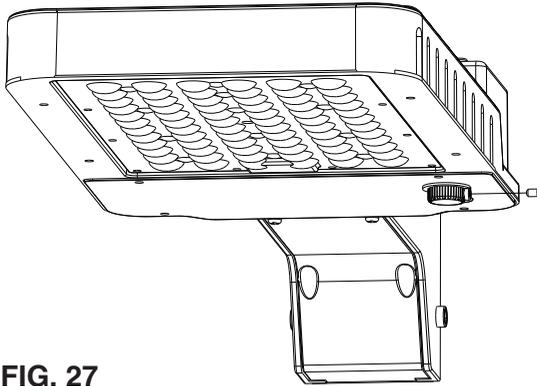

FIG. 27
1. Enlevez la vis de réglage du réceptacle rond c-Max™ USB-C (Voir la FIG. 27).